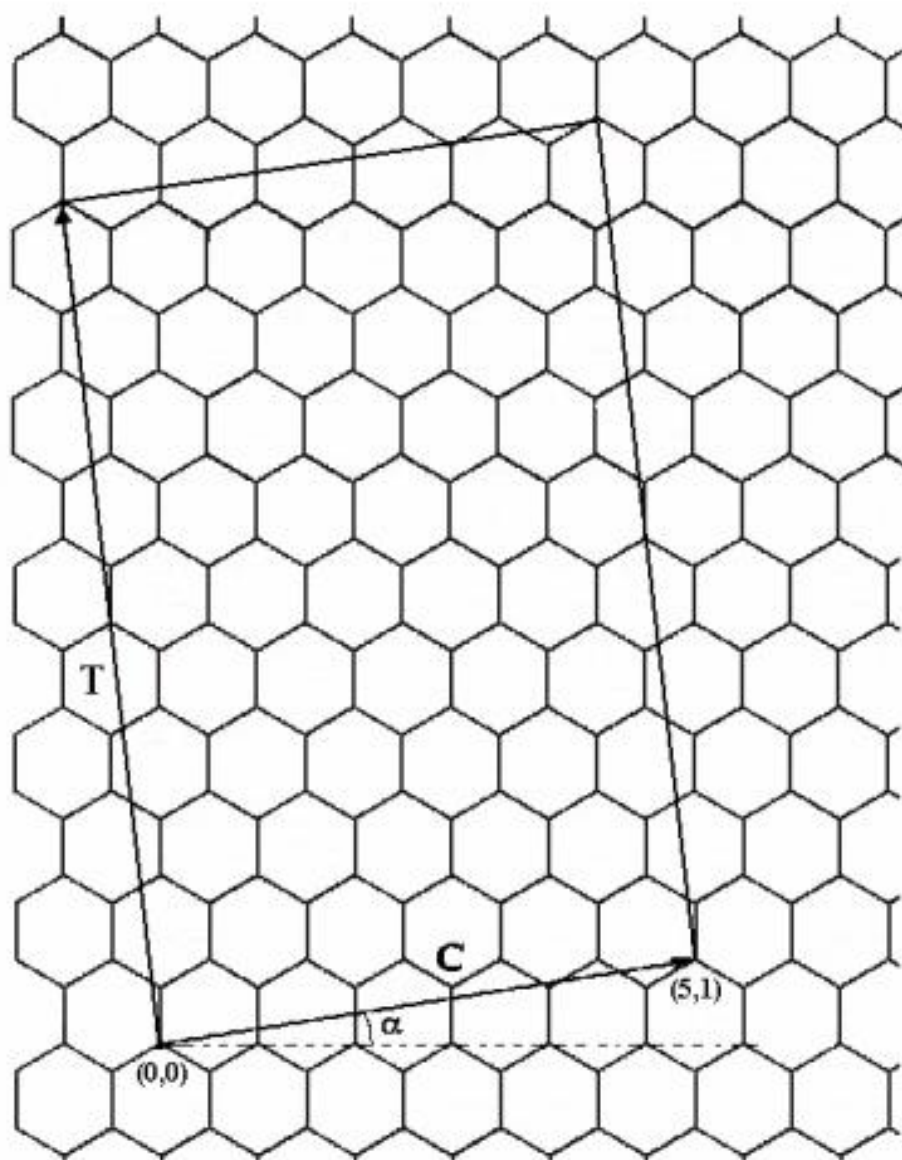

Рис. 1.3. Графеновый слой с элементарной ячейкой для хиральной трубки (5,1).
4) Для хиральной нанотрубки (5,1) ширина ячейки (рис. 1.3) определяется следующим образом: $n-m \neq 3d_H$, где d_H наибольший делитель для индексов n и m . В нашем случае $5-1 \neq 3$ (наибольший делитель для 5 и 1 будет 1). Ширина ячейки: